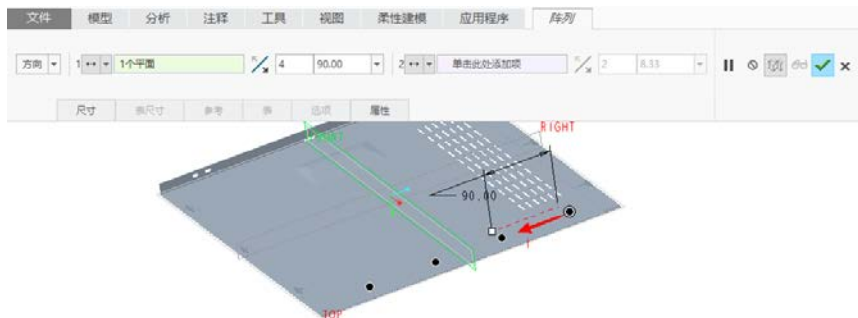

图 6-56 设置方向阵列参数
- (1) 确保刚创建的成型特征处于被选中的状态，从功能区的“模型”选项卡中单击“编辑”→ (阵列) 按钮，打开“阵列”选项卡。
- (2) 在“阵列”选项卡的阵列类型下拉列表框中选择“方向”选项。
- (3) 选择 FRONT 基准平面作为第一方向参考。
- (4) 单击  (反向第一方向) 按钮，输入第一方向的阵列成员数为“4”，输入第一方向的阵列成员之间的间距为“90”，如图 6-56 所示。